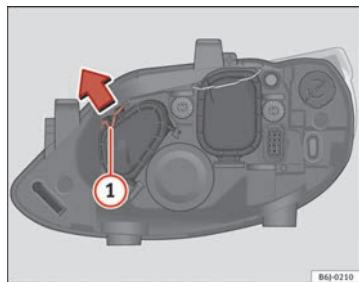

Fig. 154 Abbaglianti
- Far scorrere il tirante ① nel senso della freccia e sfilare la chiusura ⇒ **fig. 154**.